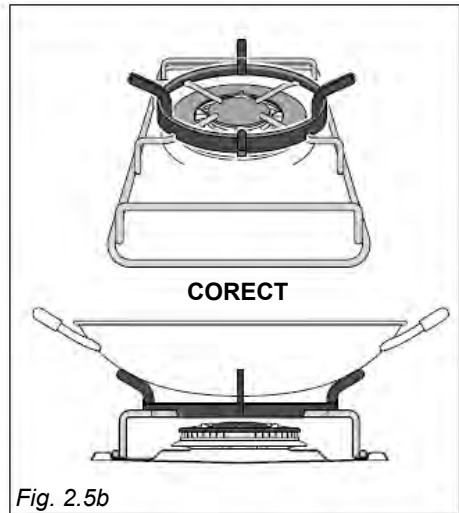

Fig. 2.5b
- Grilajul special pentru tigăi wok (fig. 2.5b - 2.6b) **TREBUIE AMPLASAT NUMAI** peste suportul pentru arzătorul cu inel dublu.